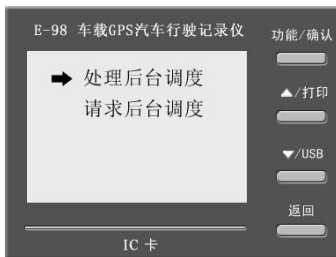
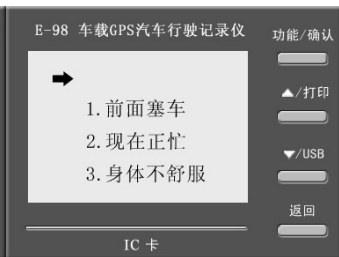

图 3
图 4
(1) 在此菜单上再按“功能/确认”键进入（如图 2）则有以下两个选项：“处理后台调度”和“请求后台调度”（如图 3）当箭头指向“处理后台调度”时，按“功能/确认”键则出现 7 个选项（分两页显示），分别是：1、前面塞车 2、现在正忙 3、身体不舒服（此时按“▼”键则进入下一页）4、我马上过去 5、等一会过去 6、办完事就去 7、请求调度（如图 4、5）。通过“▲”或“▼”键选择对应项，然后按“功能/确认”即可发送指令。
(2) 以上回复和请求后台调度信息可在监控后台的“调度”功能统一设置固定文本信息。